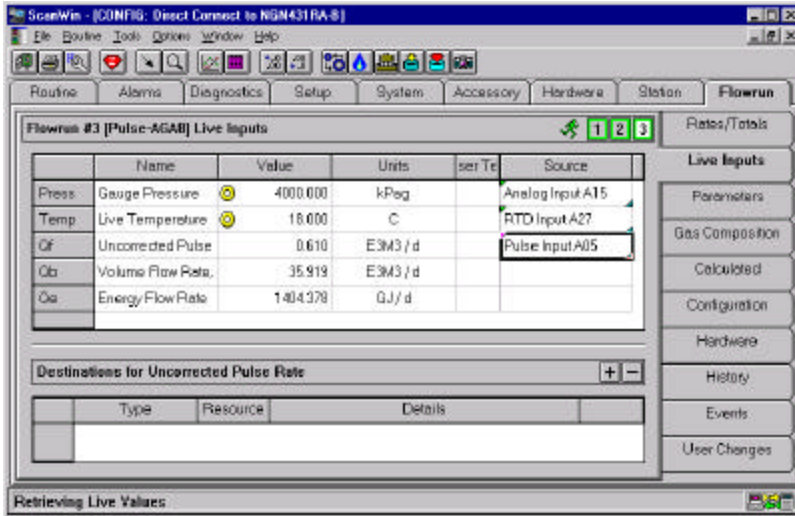

Figure 2 Flowrun and Live Inputs tabs selected/Sélection des onglets Flowrun et LiveInputs
1. Click the *Flowrun* tab. (Refer to figure 2)
1. Cliquer sur l'onglet *Flowrun*. (Voir la figure 2)